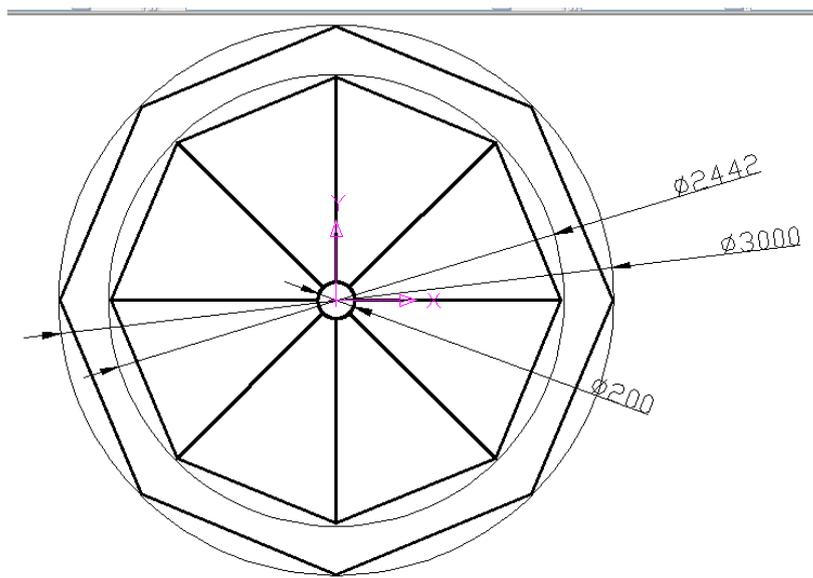

Рис. 3.32. Фрагмент чертежа **Оголовок.dwg**
3. Выполните построение фрагмента чертежа **Оголовок по типу Зонтик** (*Рис.3.32*). При построении фрагмента чертежа примените возможные варианты: построение с помощью многоугольника; построение с помощью вспомогательных окружностей и команды деления окружности на указанное число сегментов и последующее соединение отрезком с использованием механизма привязки. Размеры на чертеже не проставляйте.